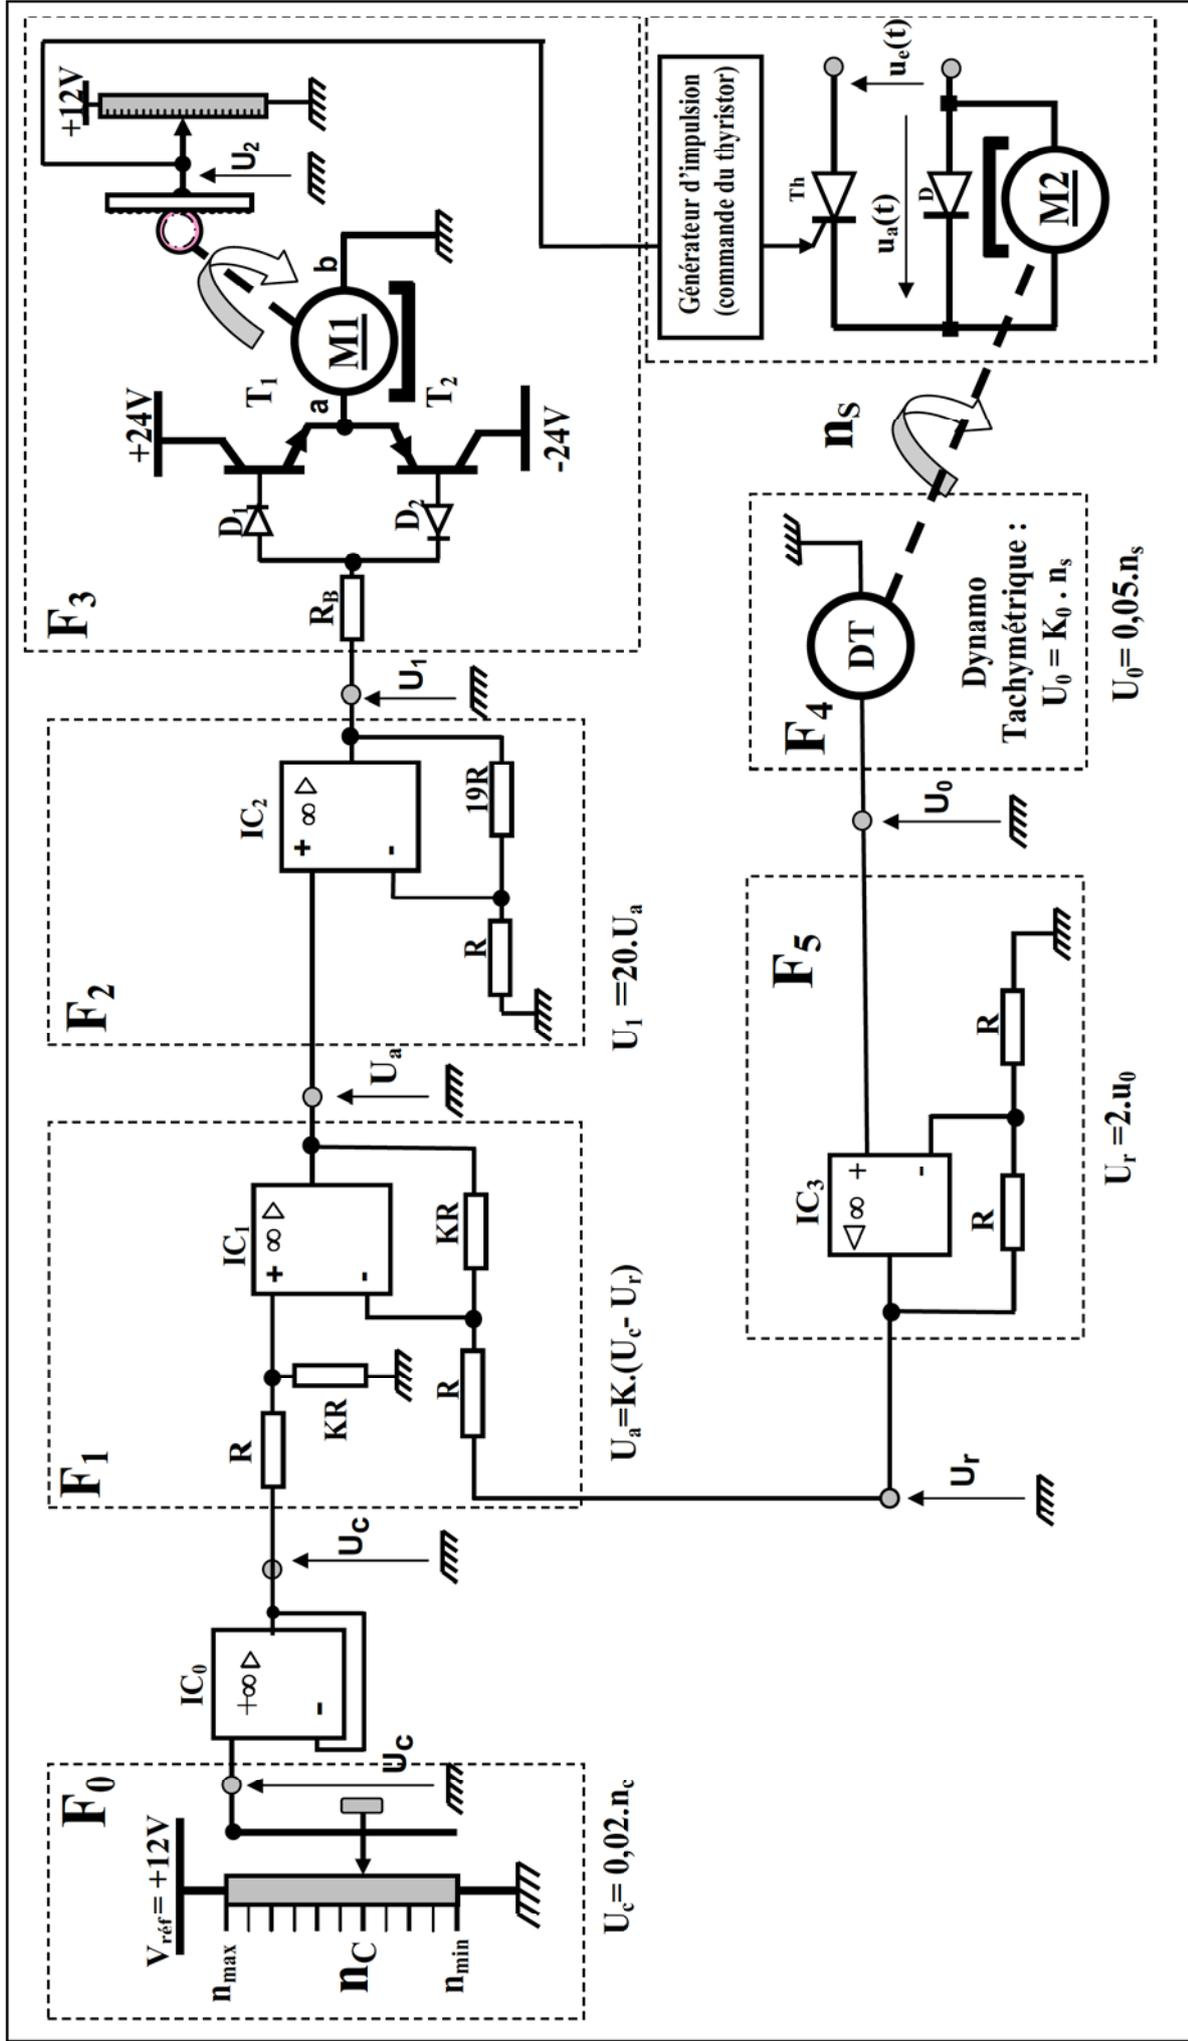

Figure1 : Carte d'asservissement de vitesse d'un moteur à courant continu
- Le schéma cinématique de la boîte de vitesses dans la position 1^{er} vitesse et le cheminement du mouvement transmis depuis le moteur jusqu'à l'arbre de sortie 27 Fig 1